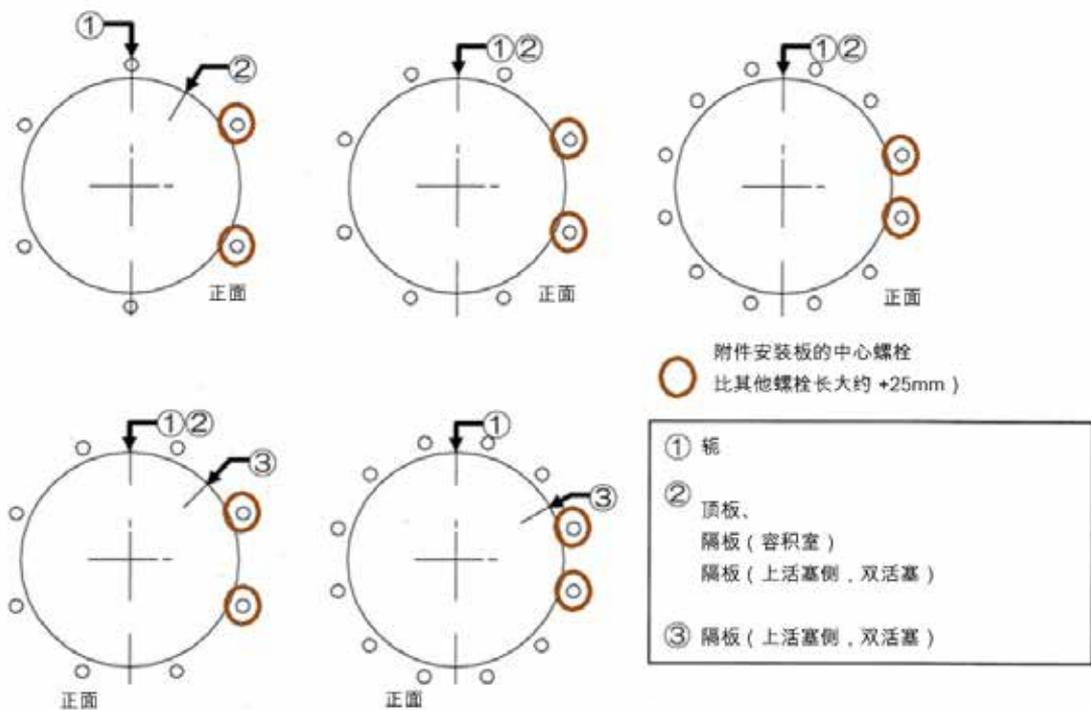

图 13 - 中心螺栓定位
7. 更换气缸管 (14) 和顶板 (17), 仅进行轴向移动。在气缸管的内表面涂上硅脂。
8. 确保空气连接的位置正确。将中心螺栓插入到顶板和轭的孔中。安装弹簧垫圈和螺母并用手稍微拧紧。用手将弹簧垫圈和螺母安装到轭的底侧。确保附件安装板(如果配备)中心螺栓(大约比其他螺栓长 +25 mm)的位置符合图 13。